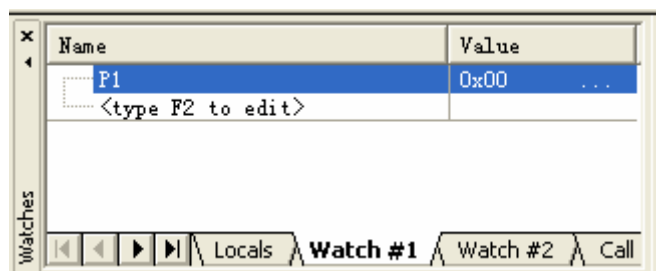

图 4-10
5.用  进行调试，观察当黄色的光标执行到“P1=0x00;”的时候,在实验板中引起的变化。如图 4-10。